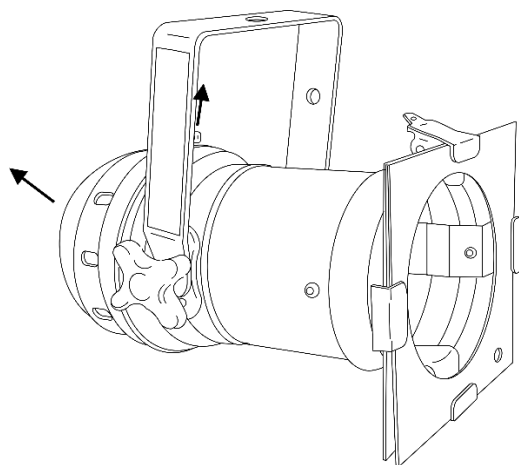

Fig. 03
- 02) Tirare la vite di fissaggio e togliere il coperchio posteriore (fig. 03).